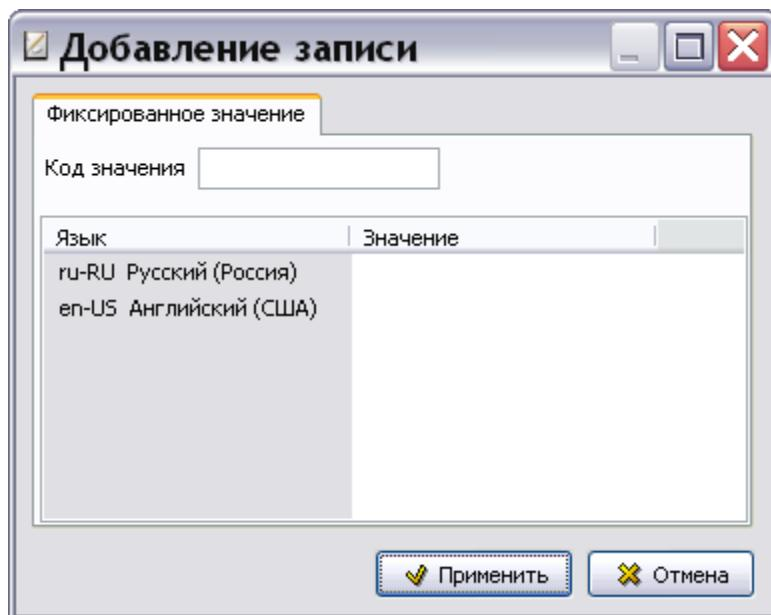
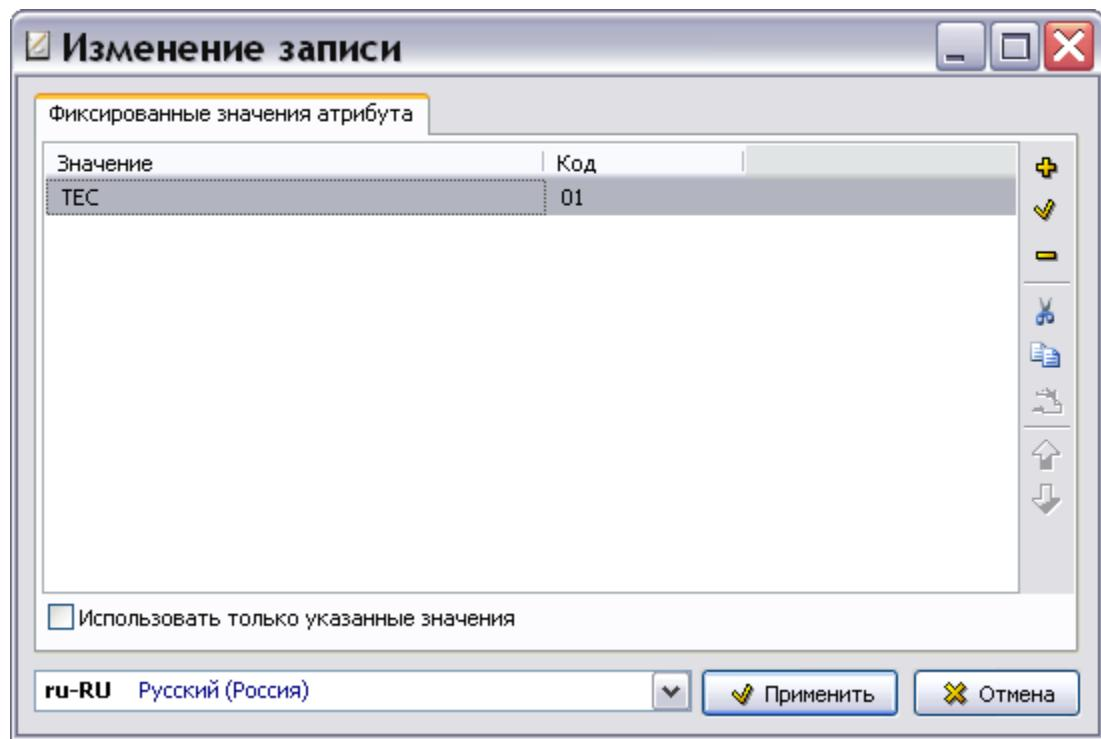

Рис. 3.24
Рис. 3.25
3. Нажмите на кнопку **Добавить** в правой части окна. В окне **Добавление записи** введите код значения и значение атрибута для каждого языка, используемого в проекте (Рис. 3.24).
4. В окне **Добавление записи** нажмите на кнопку **Применить** (Рис. 3.24). При этом произойдёт возврат в диалоговое окно **Изменение записи** (Рис. 3.25).